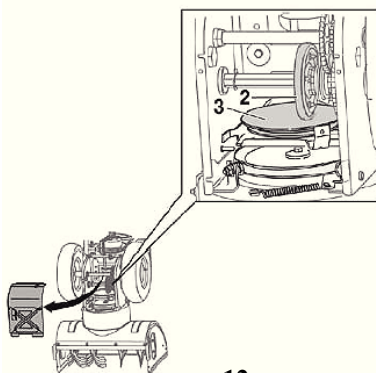

рис.12
11.9 Проверка системы привода колес (см. рис. 12).